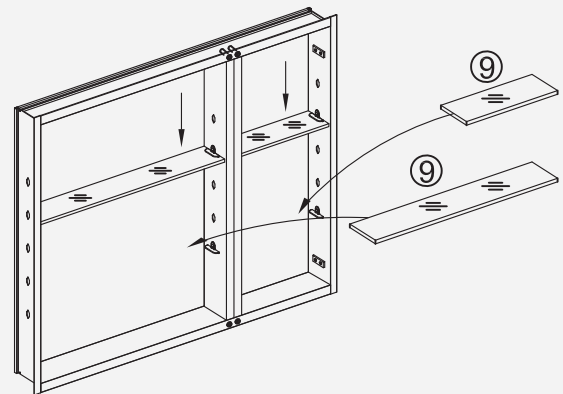

Fig 17
2. Coloque el estante de vidrio ⑨ en la parte superior de los clips transparentes del estante, asegurándose de que el estante esté contra la parte posterior del gabinete. Presione ligeramente para adherir la pegatina del clip del estante (Fig 17).